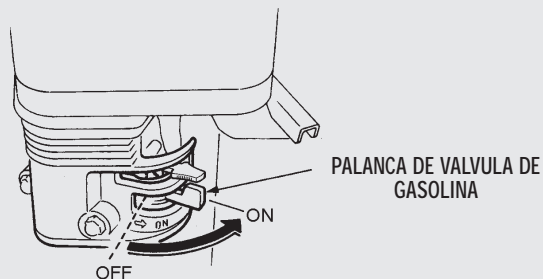

Figura 5. Palanca de válvula de gasolina
2. Posicione la **palanca de la válvula de gasolina** (figura 5) en la posición de "ON".